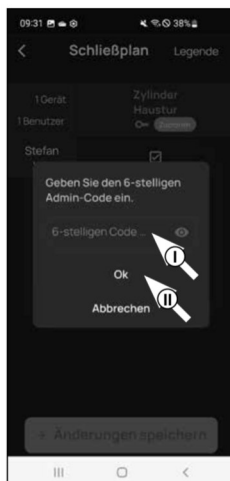

Abb. 5
- ⑥ Sie werden gebeten, sich mit Ihrem Administratorcode zu verifizieren. Geben Sie ihn ein und bestätigen Sie mit „OK“ (Abb. 5).